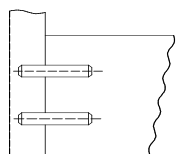

Рис.2
2. Соединить стенки боковые поз.2,3 с крышкой поз.4 и со стенкой горизонтальной поз.5 с помощью эксцентриковой стяжки поз.011,012 -рис.1 и плинтусом поз.7 с помощью шкантов поз.031 - рис.2.